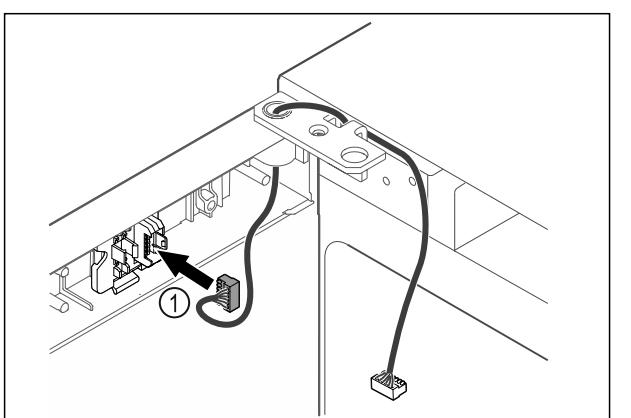

Fig. 46
- Utaknite utikač Fig. 46 (1) u držać utikača.